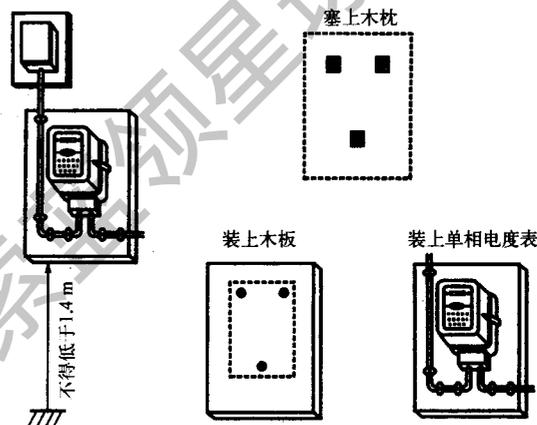

图 1-85 电度表安装
③ 电度表安装在涂有防潮漆的木制底盘或塑料底盘上(在盘的凸面上),用木螺钉或机制螺丝固定。电度表的电源引入线和引出线可通过盘的背面(凹面)穿入盘的正面后进行接线,也可以在盘面上走明线,用塑料线卡固定整齐。安装示意如图 1-85 所示。
④ 必须按接线圈接线,同时注意拧紧螺钉和紧固一下接线盒内的小钩子。